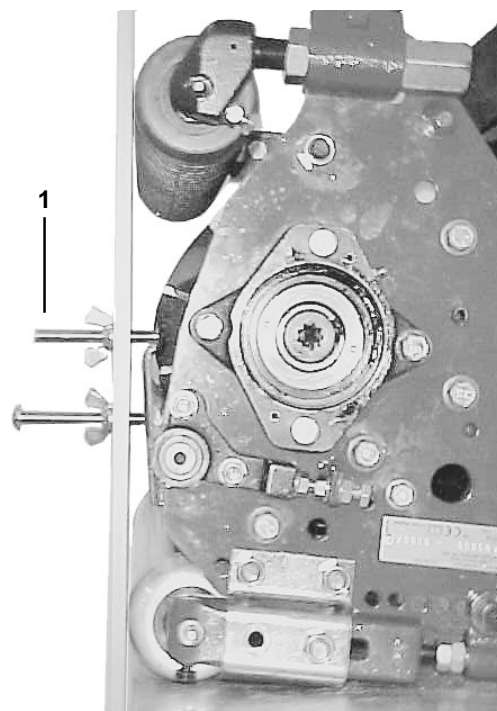

Fig. 17
3. Legg målearmen tvers over fremre og bakre valser. Første skruehode skal passe pent over kanten av knivplaten mens målearmen berører fremre valse (fig. 17).
9. Sett den første skruen tilbake i vanlig stilling (skruhodet huket inn over knivplaten) og still inn på ønsket klippehøyde (fig. 17).
10. Legg målearmen over fremre og bakre valser. Mens hodet på den første skruen passer pent over knivplatekanten og den andre skruen berører knivplaten, justeres fremre valse til den berører målearmen (fig. 17).